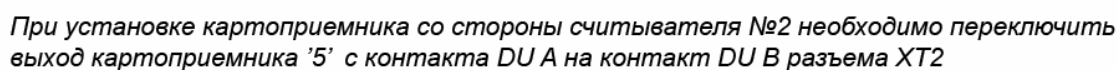

Рисунок 13. Схема подключения ЭП и дополнительного оборудования¹
Расположение клеммных колодок на плате контроллера ЭП показано на рис. 5, назначение контактов клеммных колодок указано в табл. 1. Схема подключения приведена на рис. 13. Используемые при подключении типы кабелей указаны в табл. 4. При монтаже ЭП придерживайтесь следующей последовательности действий:
12. Подключите кабель питания (15) к клеммной колодке **X1** на кронштейне платы контроллера ЭП согласно схеме, приведенной на рис. 13.
13. Подключите кабель ПДУ (14) к клеммной колодке **XT2** платы контроллера ЭП согласно схеме, приведенной на рис. 13.
14. Подключите при необходимости кабели от других устройств к соответствующим клеммным колодкам согласно схеме, приведенной на рис. 13.
- 10 Подсоедините кабель картоприемника к плате картоприемника согласно схеме (рис. 13).
- 11 На разъеме **XT2** контроллера ЭП отключите от клеммы *DUA* провод от картоприемника с маркировкой «5» (выход картоприемника «Карта изъята») и подключите его к клемме *DUB* (см. рис. 13).
- 12 Установите и закрепите торцевые крышки (6) в порядке, обратном снятию.
- 13 Установите в рабочее положение контейнер картоприемника (10) со стороны механизма картоприемника, а заглушку (9) – с противоположной стороны.
- 14 Установите крышку (3) в рабочее положение (см. разд. 6).